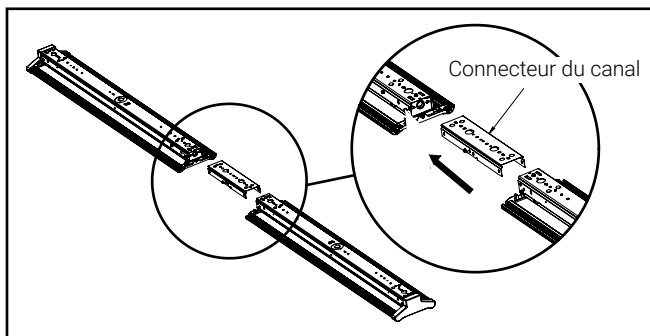

Figure 11
- Installez le connecteur du canal sur les canaux du luminaire, comme illustré ci-dessous. (Figures 11 et 12)